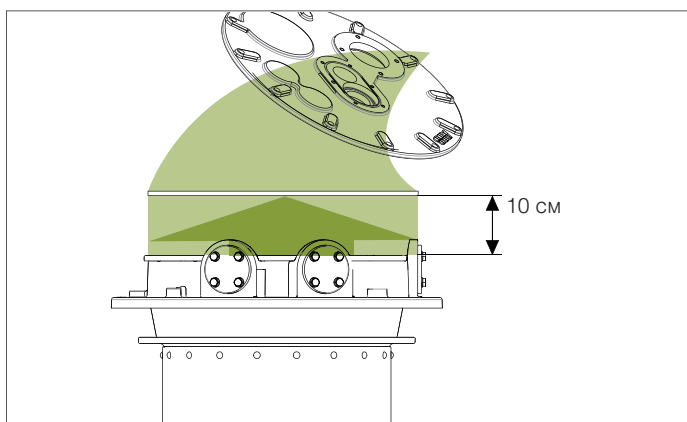

Рис. 67. Процедура поднятия крышки
3. Осторожно поднимите крышку не менее чем на 10 см строго вверх, прежде перемещать ее горизонтально. См. рис. 67.